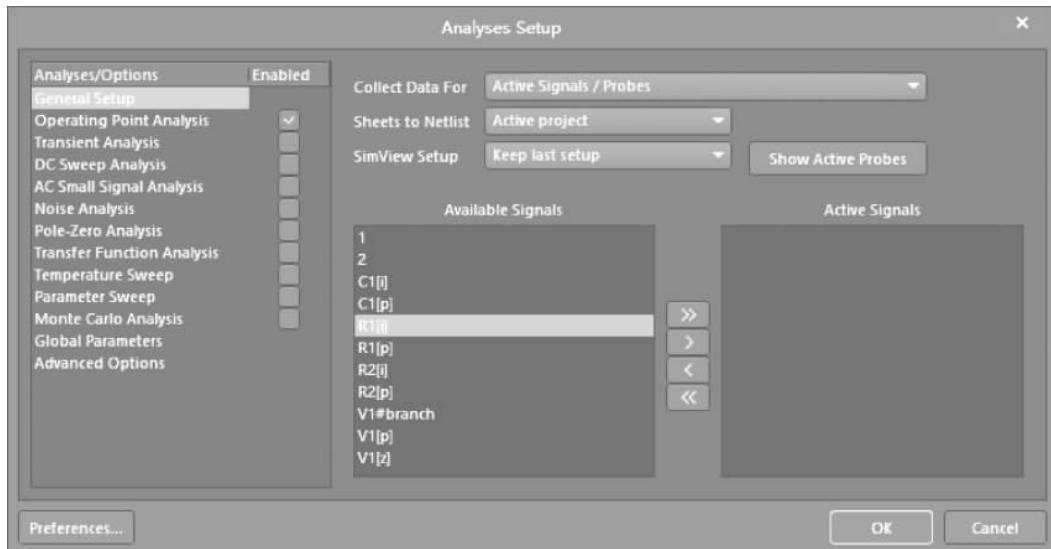

图 3-10 设置直流分析参数
(2) 打开如图 3-10 所示的 Analyses Setup(分析设置)界面。按下面参数设置。